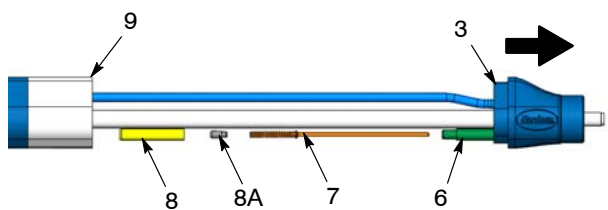

Bild 26 Demontering av motstånd – stångmonterade pistoler
Stångmonterade pistoler: Se bild 26. Drag av adaptorn (3) från pistolröret (9) så långt att man komma åt hylsan (8) och motståndstyrningen (6).